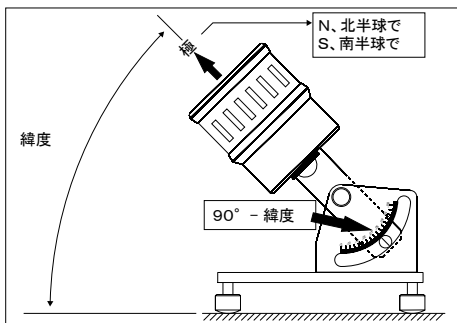
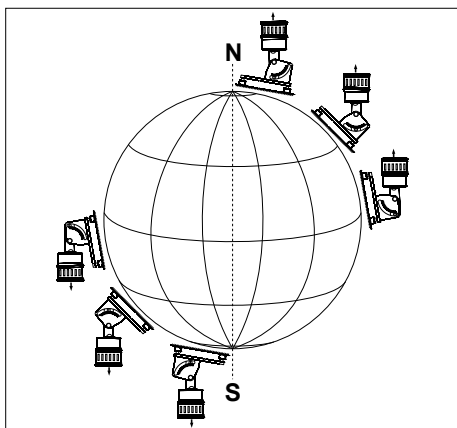

Fig.4: センサの方向決め
Fig.5: センサの方向決め
- 日照時間センサを、印がサポートの目盛の(90°-緯度)の値に合うよう傾け、センサの頭部(気泡水準器のある部分)を、センサを北半球で使用する場合は北極に、南半球で使用する場合は南極へ向けます(Fig.4, Fig.5)。
- 日照時間センサの軸が地面に対して作る角度は取付け場所の緯度と等しくなります。このようにして、センサの軸は北-南の地軸と並行になります(Fig.5)。